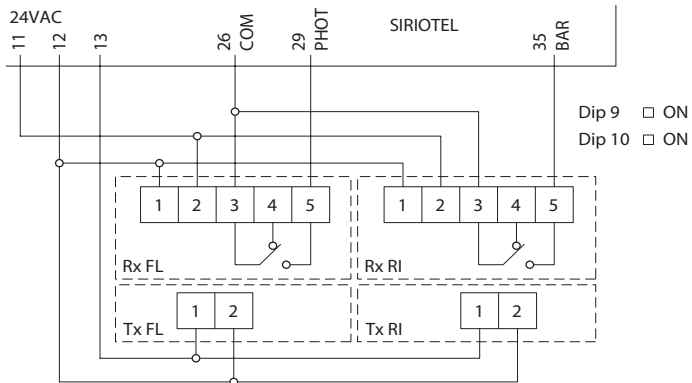

Рис. 18
• Вставить разблокировочный ключ (рис.18 C), расположенный внутри корпуса в разблокировочный винт (рис.18 V).
Открыть дверку на корпусе специальным ключом. Вставить разблокировочный ключ в разблокировочный винт (рис.18 V) и повернуть его по часовой стрелке до полного закрывания. Вернуть ключ на свое место, закрыть дверку корпуса привода и проверить работу автоматики.